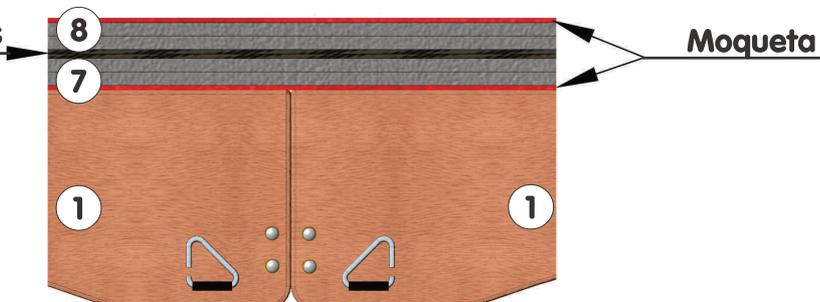

Figura 10
Desenrolle la pista (7) al revés y colóquela alineada con los montantes (1): el lado de la moqueta debe ir contra los tubos de fibra (2), (véase la Figura 10). Ajuste la posición de salida a las necesidades de uso: por norma general, al principio del primer elemento (6).